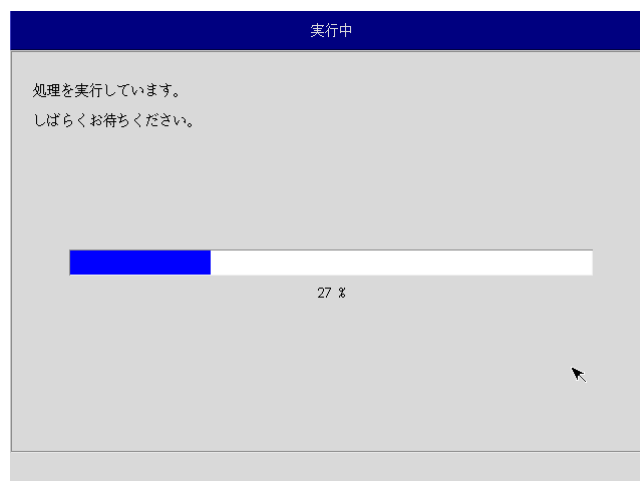

図 5-2-7. 実行中画面
- ⑩ 実行中画面（図 5-2-7）が表示され、処理が開始されます。実行中はリカバリ USB メモリ、バックアップ USB を外さないでください。また、電源を落とさないようにしてください。